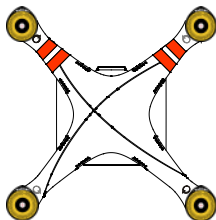

Fig.1
1. (Fig.1) Retirer les cartes d'avertissements après les avoir lues.